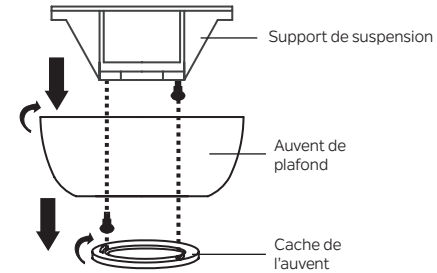

Fig. 5
**Étape 1.** Retirez le couvercle inférieur décoratif de l'auvent en le tournant dans le sens inverse des aiguilles d'une montre. (Fig. 5)
**Étape 2.** Retirez le support de montage au plafond de l'auvent en retirant et en conservant l'une des deux vis. Desserrez la vis restante d'un demi-tour. (Fig. 5)